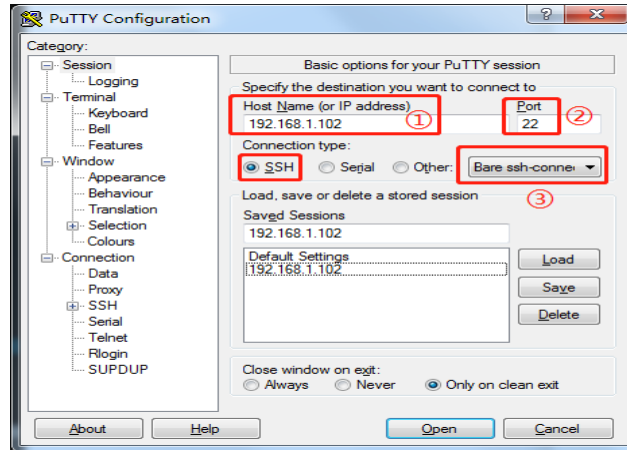

图 1.1.1 Putty 远程工具
(1) 前期准备
- ① 控制器与电脑通过网线直连，确保物理连接良好，上电；
- ② 把电脑的 IP 设置成与控制器同一网段(设置方法略)；
- ③ 打开电脑的 cmd 窗口，输入：`ping 192.168.1.102`，确保通讯完好；
- ④ 打开 PuTTY 远程工具（GCS 工具也可以打开），设置如图 1.1.1，①为控制器的 IP，②为控制器的端口号，③为通讯方式；